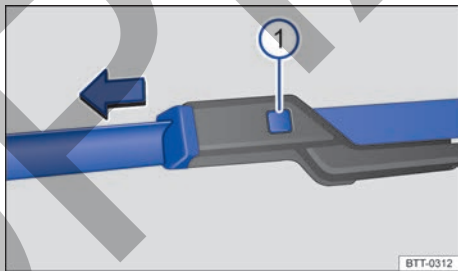

Fig. 143 Cambio de las escobillas limpiacristales del parabrisas.
- Mantenga presionada la tecla de desbloqueo y retire al mismo tiempo la escobilla en el sentido de la flecha → fig. 143 ①.